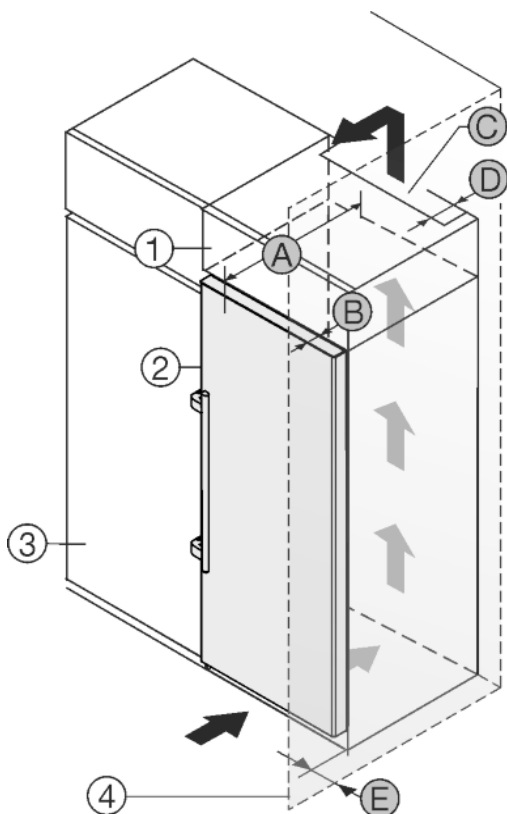

Fig. 30
Das Gerät kann mit Küchenschränken umbaut werden. Um das Gerät Fig. 30 (2) der Küchenzeilenhöhe anzugleichen, kann über dem Gerät ein Aufsatzschrank Fig. 30 (1) angebracht werden.
Das Gerät kann direkt neben dem Küchenschrank Fig. 30 (3) aufgestellt werden. Um die Tür vollständig öffnen zu können, muss das Gerät um die Tiefe Fig. 30 (B) gegenüber der Küchenschrankfront vorstehen. Abhängig von der Tiefe der Küchenschränke und Verwendung von Wandabstandshaltern kann das Gerät weiter herausragen.
- An der Rückseite des Aufsatzschrankes muss ein Abluftschacht mit der Tiefe Fig. 30 (D) über die gesamte Aufsatzschrankbreite vorhanden sein.
- Unter der Raumdecke muss der Entlüftungsquerschnitt Fig. 30 (C) eingehalten werden.
Wenn das Gerät mit den Scharnieren neben einer Wand Fig. 30 (4) aufgestellt wird, muss der Abstand Fig. 30 (E) zwischen Gerät und Wand eingehalten werden. Dies entspricht dem Griffüberstand bei geöffneter Tür.